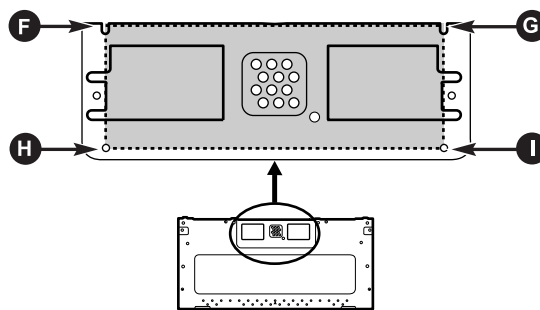

Figura 29
- Placa de montaje de 1 pieza: Con un lápiz, marque puntos a través de las ranuras F y G y a través de los agujeros H e I. Retire la placa de montaje y trace líneas que se extiendan a lo largo de los puntos. Esto le dará la ubicación y dimensiones del recorte de la caja para el ducto de la pared trasera. (Figura 29)